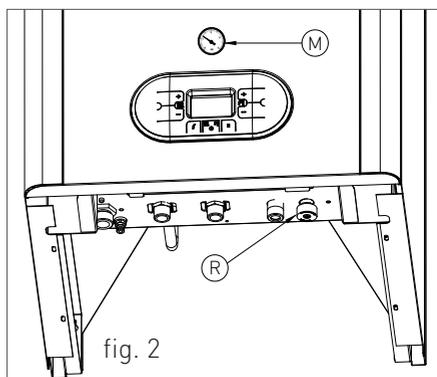

fig. 2
- aprire il rubinetto di carico "R" (fig. 2);
4. controllare attraverso il manometro "M" (fig. 2) che la pressione dell'impianto raggiunga 1.2 bar (fig. 4);
5. ad operazione avvenuta, assicurarsi che il rubinetto di carico "R" (fig. 2) sia ben chiuso.